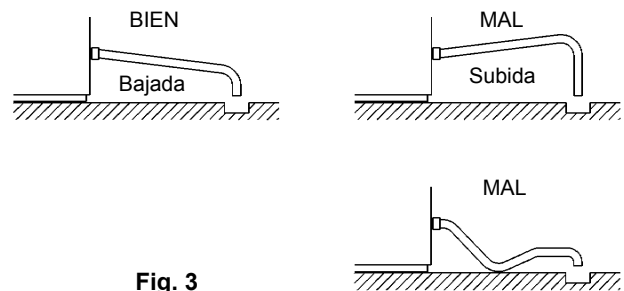

Fig. 3
* Para evitar una contracorriente en la cubeta de almacén, el tubo de salida debe instalarse como se indica en la fig. 3.
3) Instalar la tubería de salida flexible gris (accesorio) en accesorio R3/4 de la parte trasera del productor según se ha indicado, y comprobar el ajuste de la arandela de goma antes de apretar manualmente la unión. Podrá cortarse la tubería según sea necesario para adecuarla a la posición del desagüe principal (fig. 3).